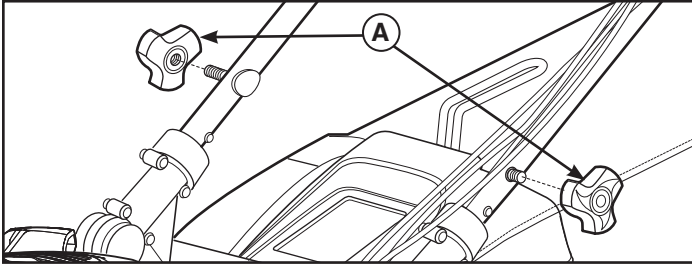

Fig. 7
1. Lossa det nedre handtagets knoppar (**A**, Fig. 7) på handtagsfästets vänstra och högra sida.